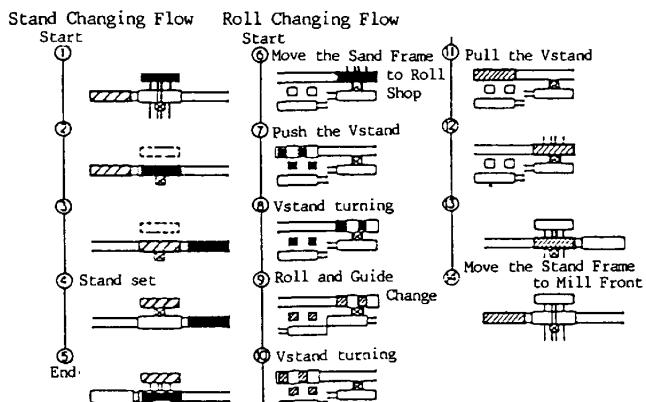
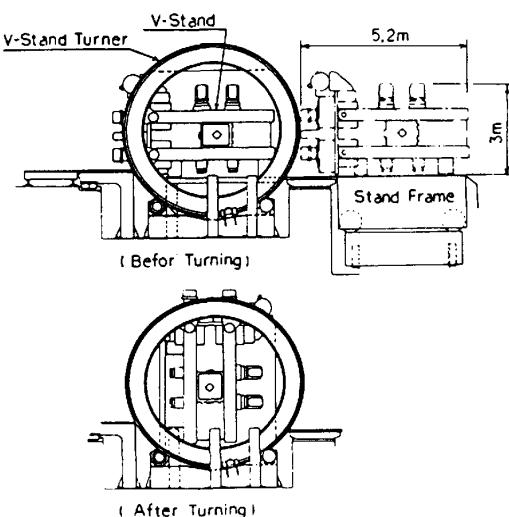

Fig. 2 Roll Changing and Stand Changing Flow
Fig. 3 Vertical Mill Turning Device
(2) オンラインスタンド交換設備
丸ビレット $110\text{mm}^{\phi} \sim 230\text{mm}^{\phi}$ 、角ビレット $82\text{mm}^{\phi} \sim 150\text{mm}^{\phi}$ のサイズ替時に、次圧延予定のロールをオフラインで組込んでおき、スタンド台車入替により圧延サイズ替を5分で行うようにした。(Fig.2①~④)
(3) オフラインロール・ガイド交換設備
交換された旧スタンドはロールショップに引込み、VスタンドはFig.3に示すターナーにより 90° 転回され、Hスタンドと同じ状態にされて、ロールとガイドを組替える。このとき、次サイズの圧延に備えるセットアップを4スタンド同時平行で完全自動化により、クレーン作業全くなしで60分で行うようにした。(Fig.2⑤~⑯)